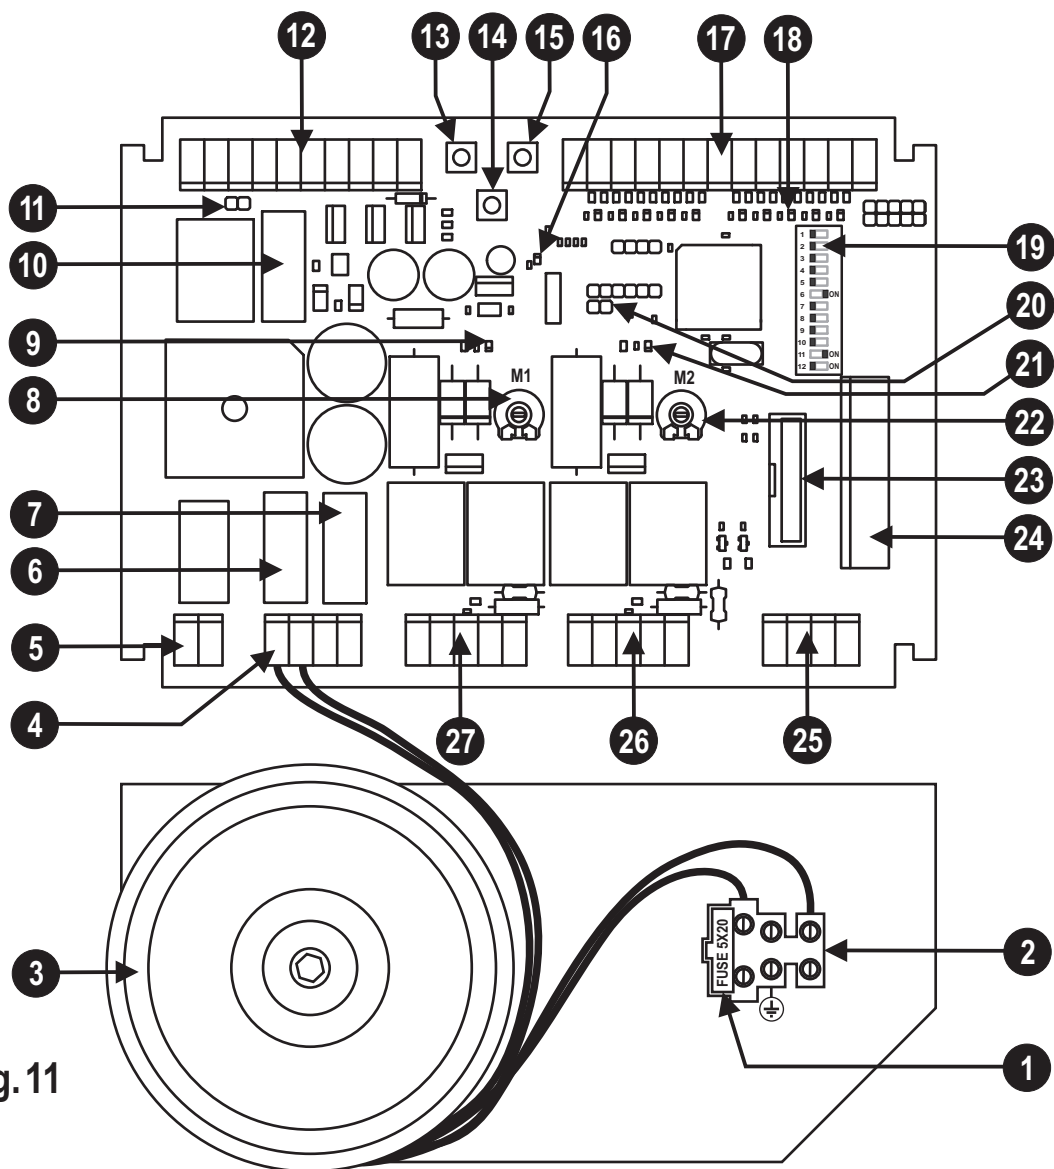

Fig. 11
- Conecte el receptor al conector (detalle 23 de fig. 11).
PART DESCRIPTION (Fig. 11)